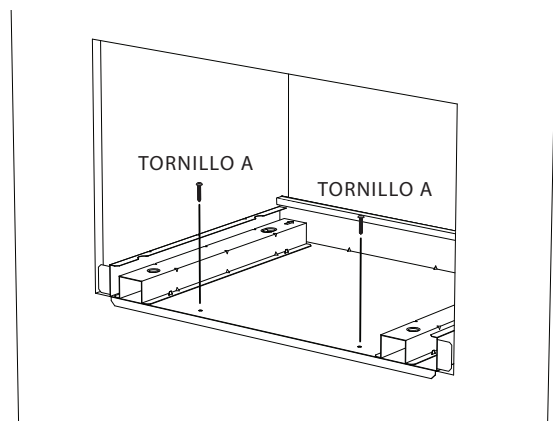

Ilustración 3
2. Asegure el conjunto del ducto inferior con dos tornillos A (1  $\frac{3}{16}$ " ). **IMPORTANTE:** Asegure los tornillos en el interior del gabinete. Vea la ilustración 3.